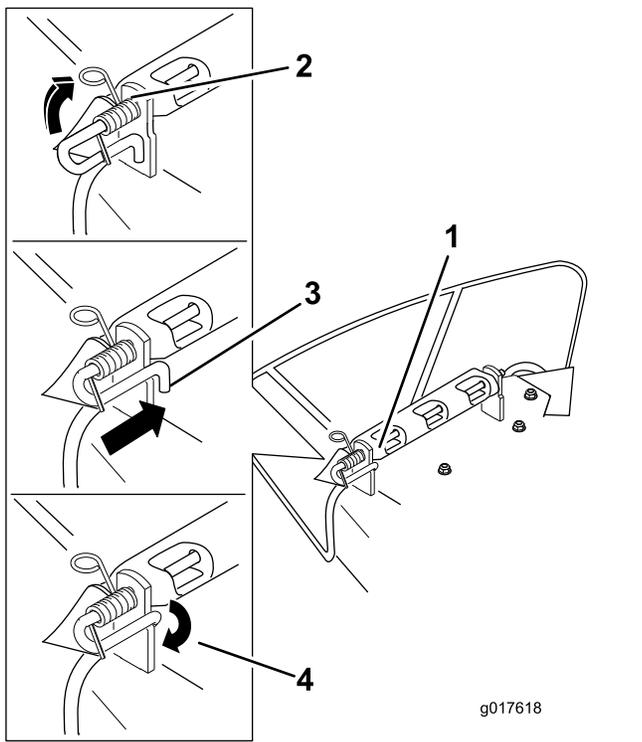

Figura 76
4. Posizionate il nuovo gruppo deflettore di scarico con le estremità delle staffe collocate tra le staffe saldate al piatto come illustrato nella Figura 76.
7. Sollevare l'estremità lunga della molla e inseritela nella tacca presente sulla staffa del deflettore (Figura 76).
8. Fissate il gruppo costituito dall'asta e dalla molla ruotandolo in modo tale da collocare l'estremità corta dell'asta dietro la staffa anteriore saldata al piatto di taglio (Figura 76).